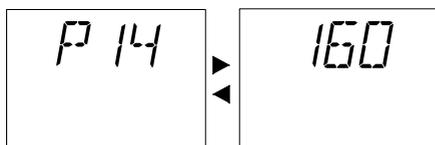

Рисунок 7.10
- При перемещении регулятора температуры горячего водоснабжения (Рисунок 7.9) на ЖК-дисплее отображаются разные заданные значения параметра, например, символ P14 загорается поочередно с цифрой 160 (см. Рисунок 7.10).